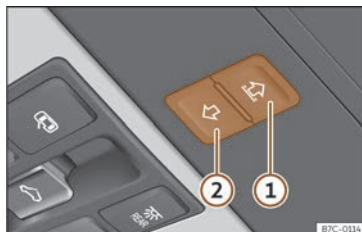

Fig. 62 Sur le revêtement intérieur du toit : bouton de fonction du store pare-soleil.
- S'il ne se ferme toujours pas, dans les 5 secondes qui suivent, appuyez sur la touche >>> **fig. 62**  jusqu'à ce que le store se ferme complètement. **Le store se ferme sans que le dispositif anti-pincement n'intervienne !**